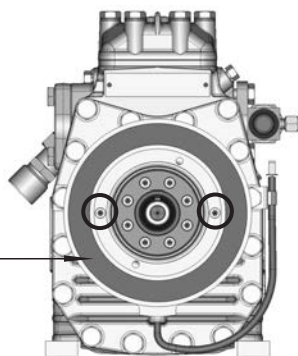

Рис. 12
- Чтобы осуществить сборку, сместите магнитное поле на калибровую посадку и закрепите двумя винтами с цилиндрической головкой M6 x 16 (см. рис. 12). Момент затяжки винтов = 15 Нм.